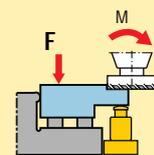

Abbildung 5c: Richtig bestimmt eingepasstes Werkstück.
Wie ein Werkstück richtig bestimmt wird, ist in Abbildung 5c dargestellt. Hierbei muß jedoch, um ein Kippen des Werkstücks zu vermeiden, das Drehmoment „M“, welches von dem Werkzeug (5) auf den zu bearbeitenden Körper (6) übertragen wird, durch ein Gegenmoment ausgeglichen werden. Dieses Gegenmoment ist dann von der Spannkraft „F“ aufzubringen.